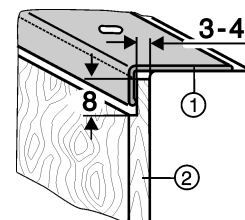

Fig. 10
- Более толстые декоративные панели Fig. 10 (2) согласно рисунку срезают уступом на толщину максимум 4 мм.